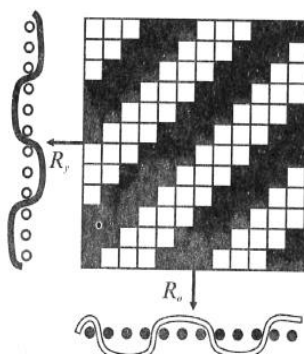
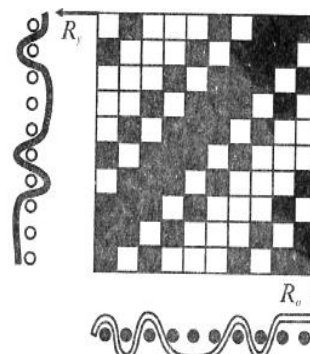
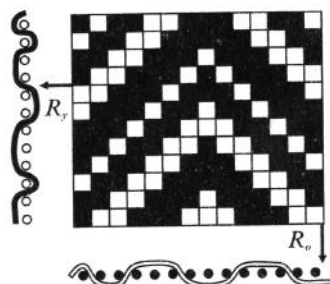

Рис. 27. Усиленная саржа
Рис. 28. Сложная саржа
Рис.29. Ломаная саржа
- от саржевого: усиленная саржа (рис. 27), сложная саржа (рис. 28), ломаная и обратная саржа (рис. 29, 30);